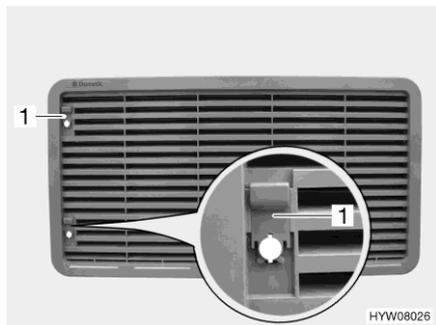
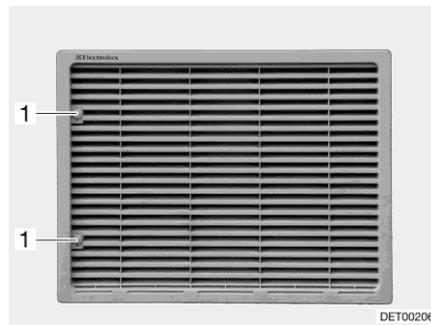

Fig. 157 Griglia di aerazione del frigorifero (con cursore)
Fig. 158 Griglia di aerazione del frigorifero (con vite)
- A seconda della versione: Spingere in alto il cursore (Fig. 157,1) o oppure con una moneta ruotare la vite (Fig. 158,1) di un quarto di giro.